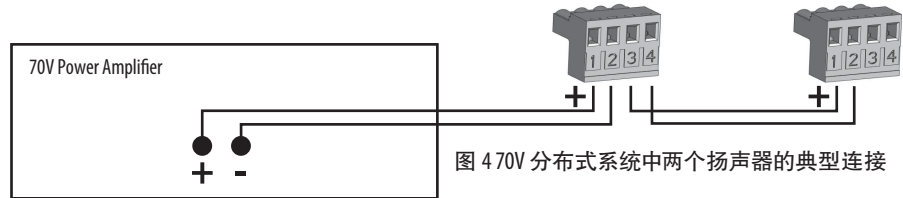

图 4 70V 分布式系统中两个扬声器的典型连接
7. グリルをスピーカーに押し付けて挿入します。(図 4)
分散ラインで追加のスピーカーに接続する場合(図 4)
如果使用动力驱动器, Tannoy 建议将扭矩设置为 1.5 Nm。(图 4)
7. 将格栅推入扬声器, 将其插入。(图 4)
为了连接到分布式线路中的其他扬声器 (图 4), 引脚 3 和 4 用于循环连接到其他扬声器: